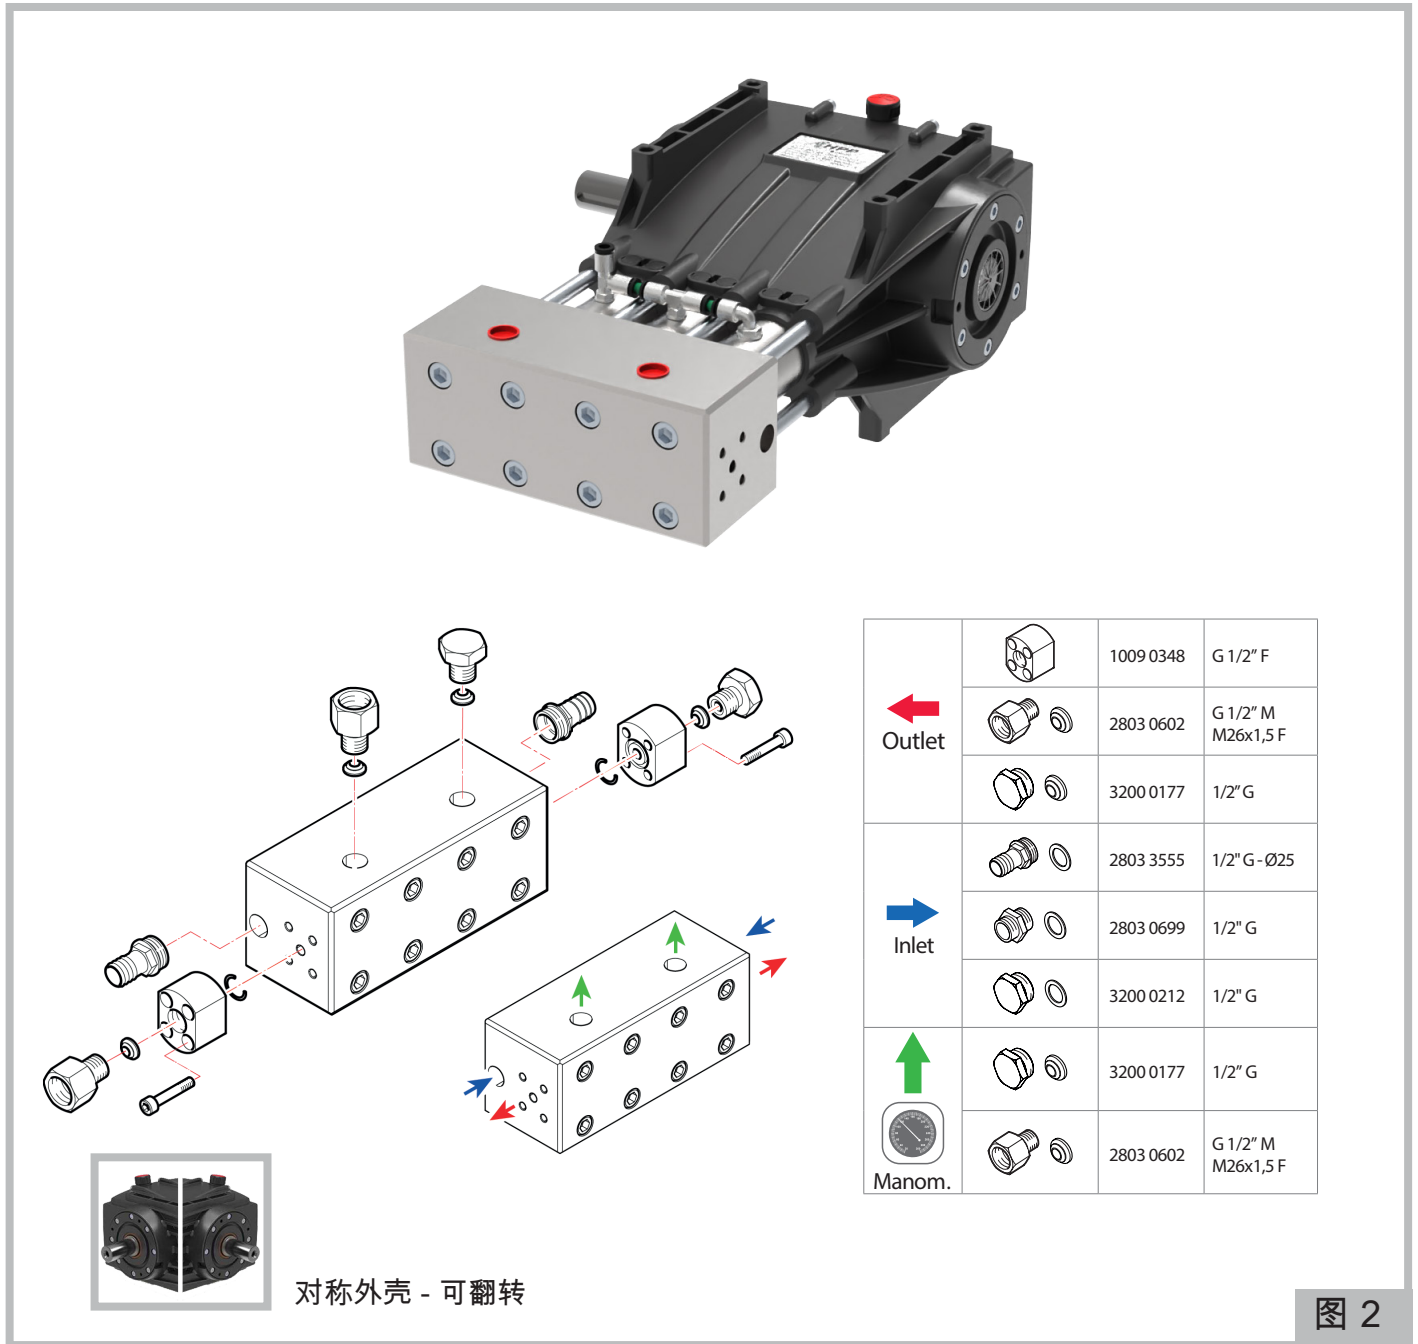

图 2
- 泵随附有与输送入口相对应的4个钢制锥形密封件。它们确保连接的完美密封性。参见图2